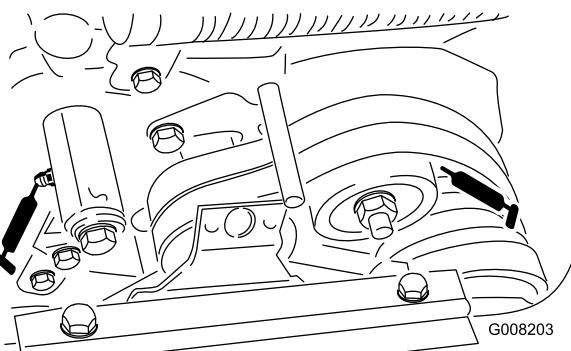

Figura 17
- 2 nos apoios da correia (Figura 17).